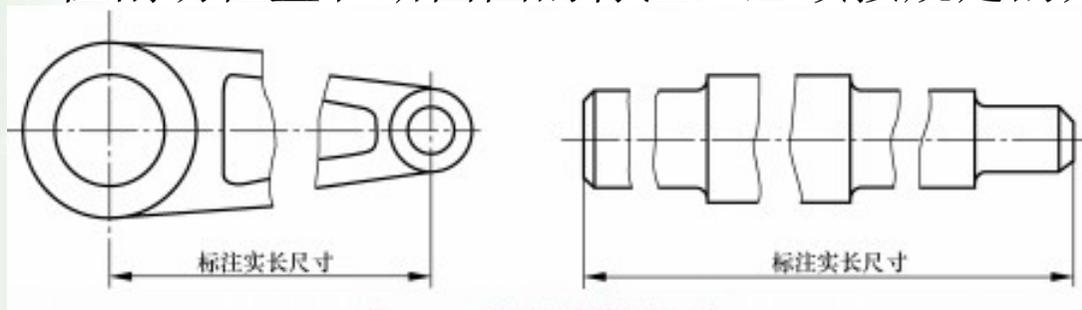

图 4-52 平面的简化画法
- ❖ (9) 较长机件（如轴、杆、型材、连杆等）沿长度方向的形状一致或按一定规律变化时，可断开绘制，如图 4-52 所示。